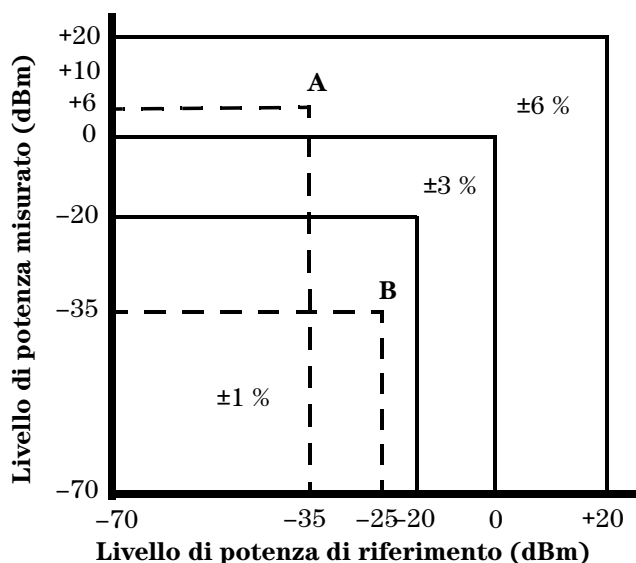

Figura 2 Linearità di misurazione di potenza in modalità relativa con misuratore di potenza/sensore a 25 °C (tipico)
- a. Limiti espressi in percentuale di potenza in Watt. Vedere **Figura 2** per la misurazione di potenza relativa.
Il grafico di **Figura 2** mostra l'incertezza tipica nell'esecuzione di misurazioni di potenza relative con il misuratore di potenza della serie E44XX in modalità Rel (relativa). Nella misurazione relativa vengono confrontati due livelli di potenza con un unico sensore. Per stabilire l'incertezza tipica di misurazione, tracciare una riga verticale a un livello di potenza di riferimento e una riga orizzontale alla potenza misurata. Il punto di intersezione delle due righe indica l'incertezza tipica. Ciò presuppone che la potenza di riferimento e la potenza misurata abbiano la stessa frequenza e ignora gli errori causati da impostazione zero, deriva zero e rumore. Presuppone inoltre che non vi siano variazioni di accoppiamento durante la misurazione del “livello di potenza di riferimento” e del “livello di potenza misurato”. Il grafico dimostra che la precisione di misurazione più accurata della potenza relativa viene ottenuta quando i livelli di potenza di riferimento e misurata sono pari o inferiori a -20 dBm. Scegliendo con cura i livelli di potenza si può aumentare la precisione di misurazione. L'esempio A mostra il guadagno relativo (misurazione dell'amplificatore), mentre l'esempio B mostra una perdita relativa (misurazione perdita di inserimento).